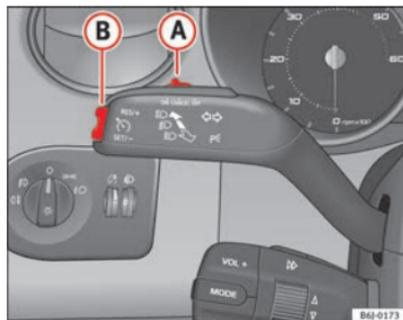

Fig. 115 Levier des clignotants et des feux de route : commande et touche basculante pour régulateur de vitesse
- Appuyez sur la partie supérieure de la touche basculante **RES** ⇒ fig. 115 **B** pour augmenter la vitesse. Tant que vous maintenez enfoncée la commande à bascule, le véhicule accélère. Lorsque vous lâchez la commande à bascule, la nouvelle vitesse est mémorisée.
Si vous diminuez la vitesse mémorisée en appuyant sur la pédale de frein, le régulateur se désactive. Vous pouvez réactiver le régulateur en appuyant une seule fois sur la partie supérieure **RES+** de la commande à bascule ⇒ fig. 115 **B**.